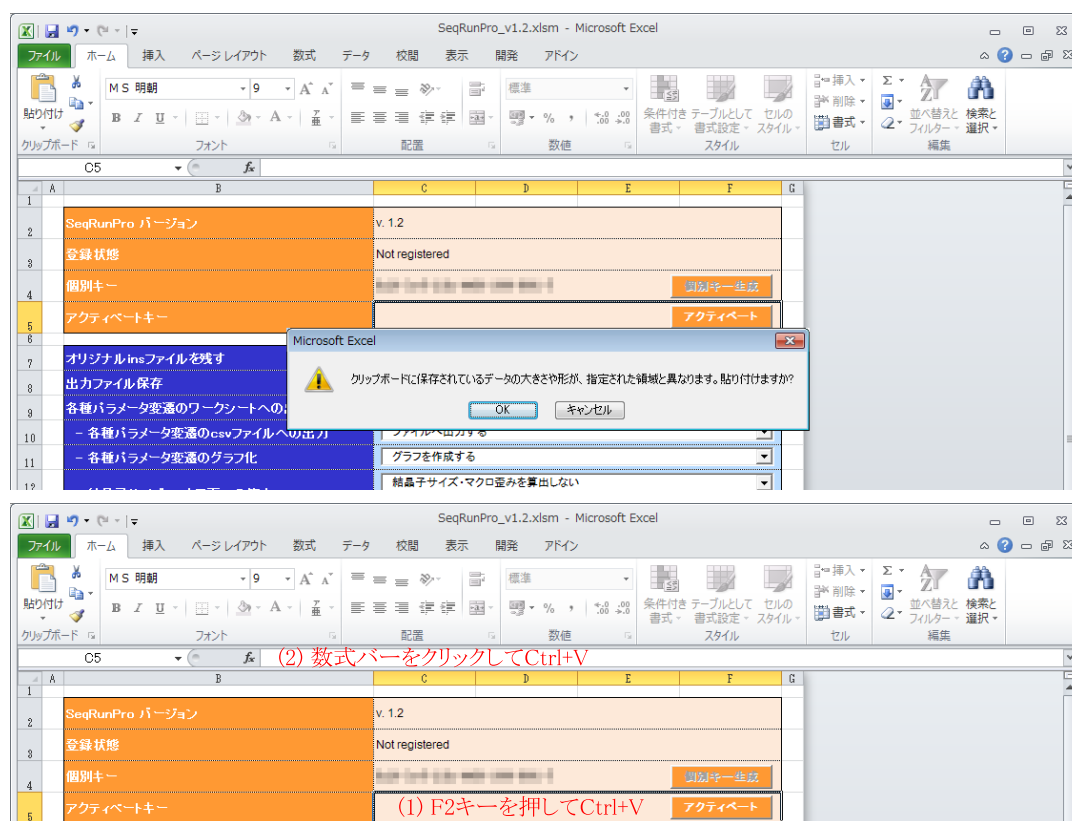

図 2.17 アクティベートキー貼り付け注意点
Pref シートへのアクティベートキー入力時, Ctrl+V ではうまくいかない可能性があります (図 2.17 上図参照)。回避方法は次頁をご覧ください。
Pref シートへのアクティベートキー入力用セルで (1) F2 キーを押した後、Ctrl+V で貼り付けます。または、(2) 数式バーをクリックした後、Ctrl+V で貼り付けます。図 2.17 下図を参照してください。